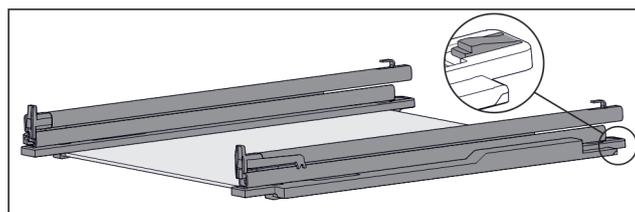

Fig. 116 Ripiano in vetro con guide e fermi
- Premere il fermo sul lato posteriore (vedere Fig. 116) e allo stesso tempo spingere la guida all'indietro.